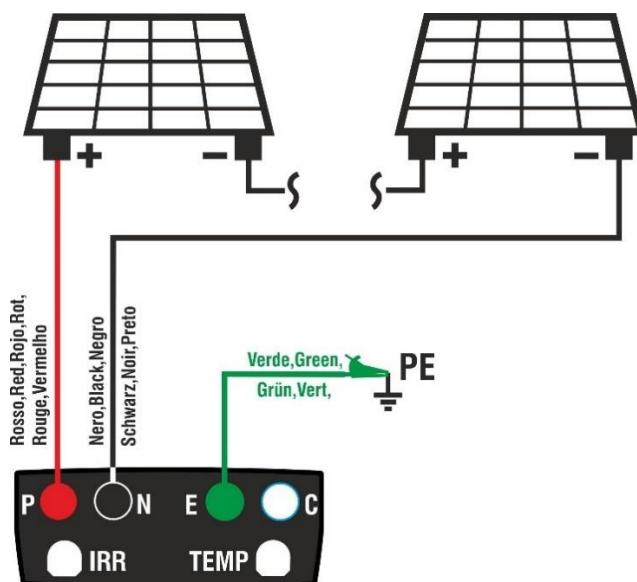

Fig. 4: Connexion de l'instrument dans la fonction DMM
- Connecter l'instrument à la chaîne PV en cours d'essai comme indiqué dans la Fig. 4